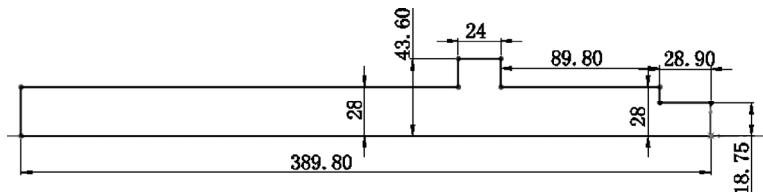

图 11-36 绘制草图 1
**02** 绘制草图。在左侧的“FeatureManager 设计树”中用鼠标选择“前视基准面”作为绘制图形的基准面。单击“草图”控制面板中的“中心线”按钮，绘制一条通过原点的水平中心线；单击“草图”控制面板中的“直线”按钮，绘制草图；单击“草图”控制面板中的“智能尺寸”按钮，标注草图尺寸，结果如图 11-36 所示。